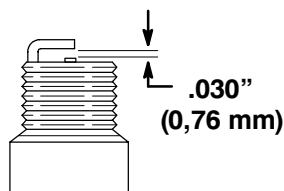

Figure 16
- Réglez l'écartement des électrodes de la bougie neuve à 0,76 mm (Fig.16).